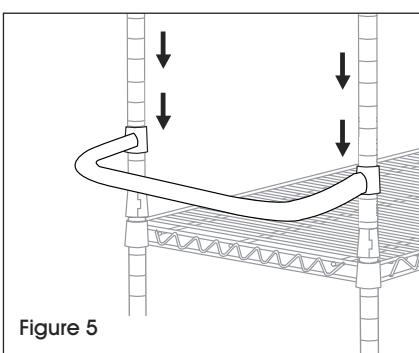

Figure 5
6. Enclenchez deux supports de tablette dans les rainures directement au-dessus de la quatrième tablette. Ajoutez et fixez la poignée de poussée. (Voir Figure 5)